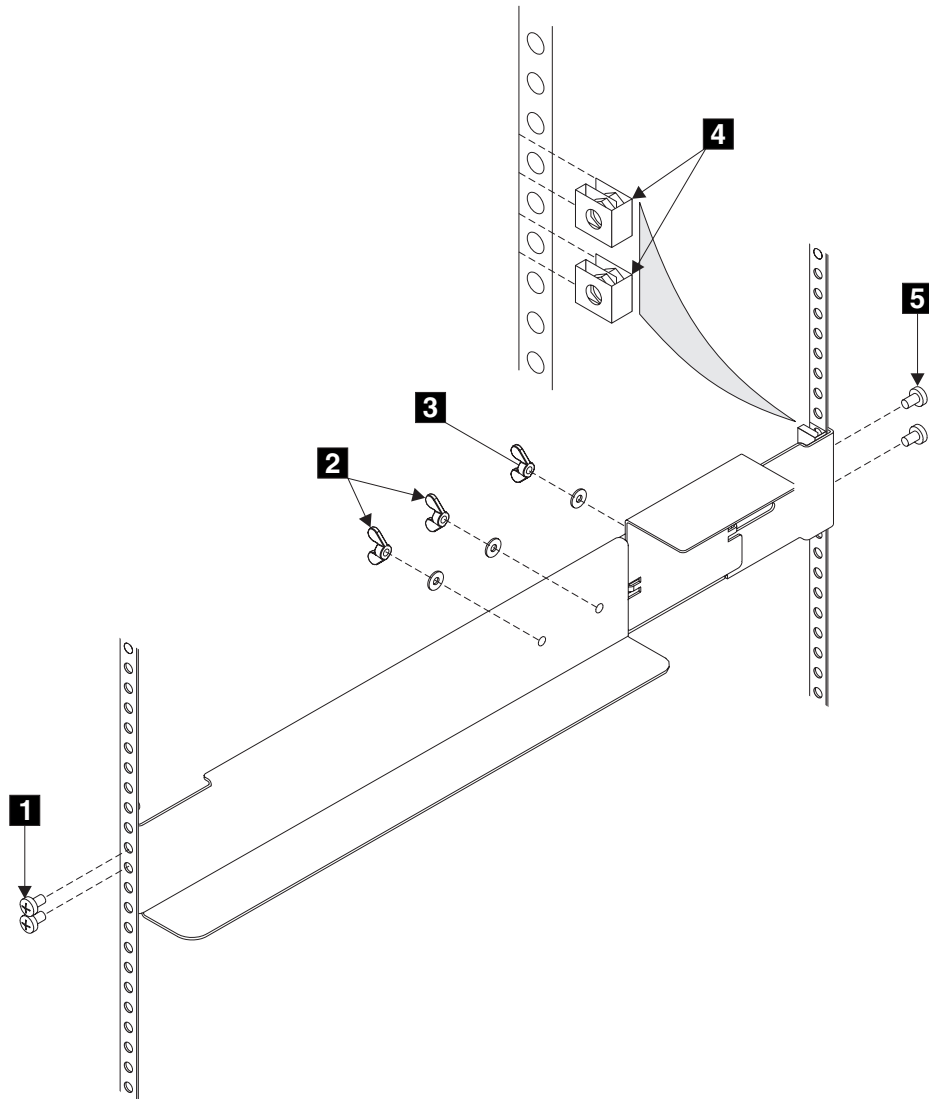

図 228. 2145 UPS 用サポート・レールのラックへの取り付け
1. ナット・クリップ **4** をラックに取り付けます (560 ページの図 228 を参照)。これらのナット・クリップは、サポート・レール・フランジの 2 番目と 4 番目の穴に位置が合っている必要があります。